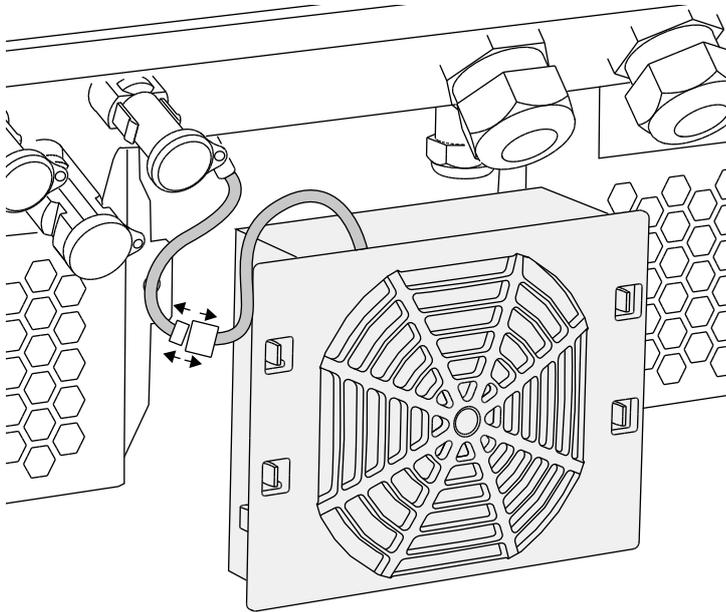

Fig. 68: staccare il cavo della ventola
4. Estrarre completamente il gruppo ventola dal corpo inverter. A tale scopo staccare il connettore del cavo della ventola. ➡ **Fig. 68**